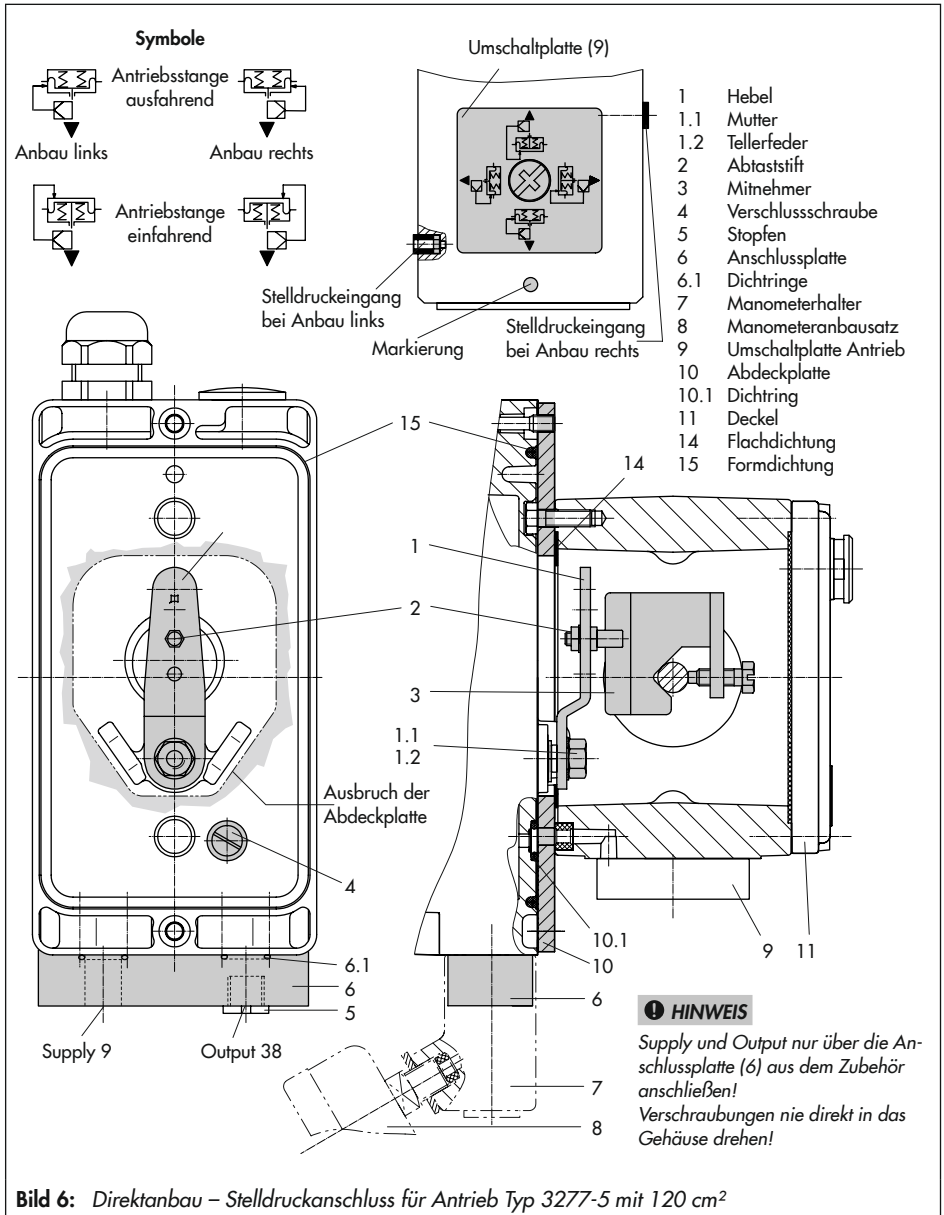

Bild 6: Direktanbau – Stelldruckanschluss für Antrieb Typ 3277-5 mit 120 cm²
Antrieb mit 120 cm² (vgl. Bild 6)
1. Anschlussplatte (6) oder Manometerhalter (7) mit Manometern am Stellungsregler montieren, auf richtigen Sitz der beiden Dichtringe (6.1) achten.
2. Verschlusschraube (4) auf der Stellungsregler-Rückseite entfernen und den Stelldruckausgang „Output 38“ an der Anschlussplatte (6) oder am Manometerhalter (7) mit dem Stopfen (5) aus dem Zubehör verschließen.
3. Mitnehmer (3) an die Antriebsstange setzen, ausrichten und so festschrauben, dass die Befestigungsschraube in der Nut der Antriebsstange sitzt.
4. Abdeckplatte (10) mit schmaler Seite des Ausbruchs (Bild 6 links) in Richtung zum